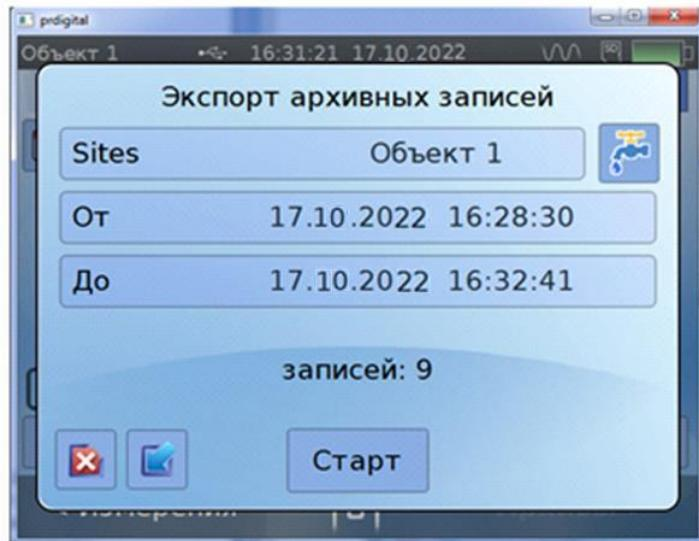

Рис.9. Окно «Экспорт архивных записей».
3.4.6. С помощью программы «prdigital» в меню «**Архивы**» появляется возможность записи архивных данных на персональный компьютер. Для записи архивных данных необходимо нажать кнопку **Экспорт**, в открывшемся окне ввести дату и время начала и окончания требуемого интервала архивирования и нажать кнопку **Старт** (см. рис.9). На ПК открывается окно соответствующей директории, в которой производится запись архивных данных в формате **csv**. Для корректной записи необходимо присвоить файлу номер или назва-